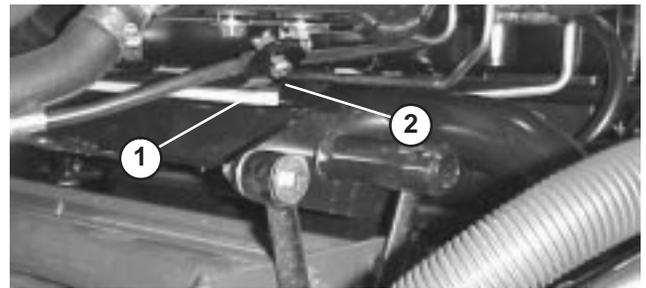
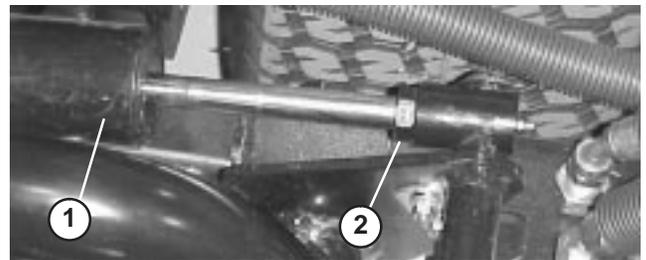

Bild 27
Bild 28
3. Lassen Sie den Motor an, heben Sie die Hubarme an und prüfen Sie, ob der Abstand zwischen dem Abnutzungstreifen oben an der Abnutzungsleiste des hinteren Mähwerks und dem Pufferstreifen 0,5–2,5 mm beträgt (Bild 27). Sollte der Abstand nicht in diesem Bereich liegen, stellen Sie den hinteren Zylinder entsprechend ein. Senken Sie zum Einstellen des Zylinders die Mähwerke ab und drehen Sie die Klemmmutter am Zylinder heraus (Bild 28). Halten Sie die Zylinderstange mit einer Zange und einem Lappen nahe an der Mutter und drehen die Stange. Heben Sie die Mähwerke an und prüfen Sie den Abstand. Wiederholen Sie das Verfahren bei Bedarf. Ziehen Sie dann die Mutter des Lastösenbolzens an.